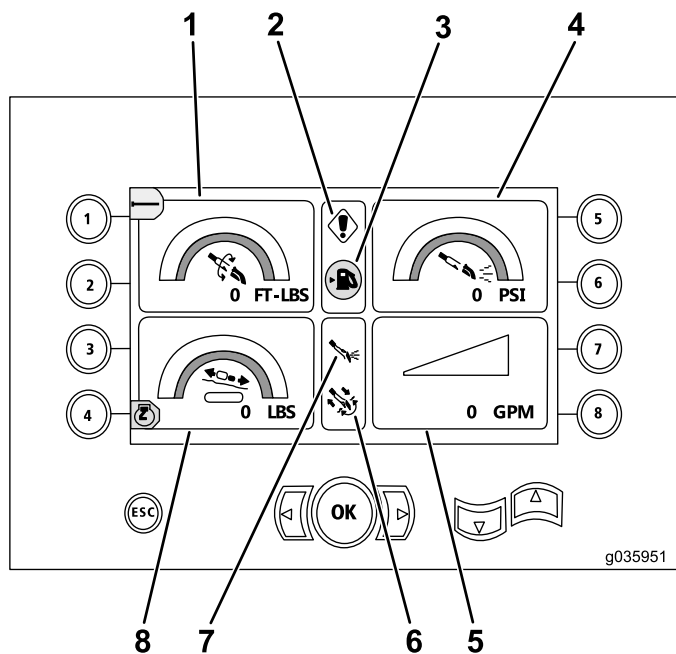

Bild 4
- Bohr- bzw. Motorfehlercode (Bild 4)
- Kraftstoffwarnleuchte (Bild 4)
- Bohrflüssigkeitsanzeige (Bild 4)
- Automatisches Bohren ist in der EIN-Stellung (Bild 4)
Dieser Bildschirm zeigt den Drehmoment in ft-lb, den Bohrflüssigkeitsdruck in psi, die Wagenkraft in lb sowie die Durchflussrate der Bohrflüssigkeit in gpm an (Bild 4).